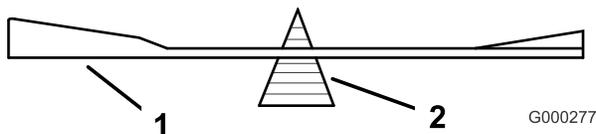
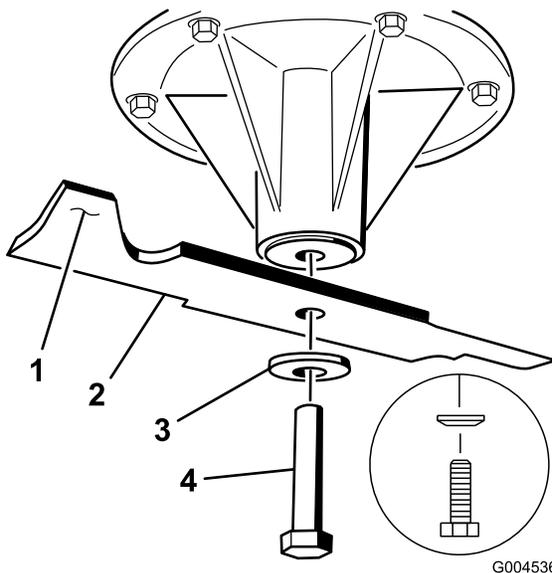

Figura 94
Figura 95
2. Verifique el equilibrio de la cuchilla colocándola sobre un equilibrador de cuchillas (Figura 94). Si la cuchilla se mantiene horizontal, está equilibrada y puede utilizarse. Si la cuchilla no está equilibrada, rebaje algo del metal en la parte de la vela solamente (Figura 95). Repita este procedimiento hasta que la cuchilla esté equilibrada.
1. Instale la cuchilla en el eje (Figura 95).
2. Instale la arandela elástica y el perno de la cuchilla. El cono de la arandela de muelle debe estar orientado hacia la cabeza del perno (Figura 95). Apriete el perno de la cuchilla a 115-150 N-m (85 a 110 pies-libra).